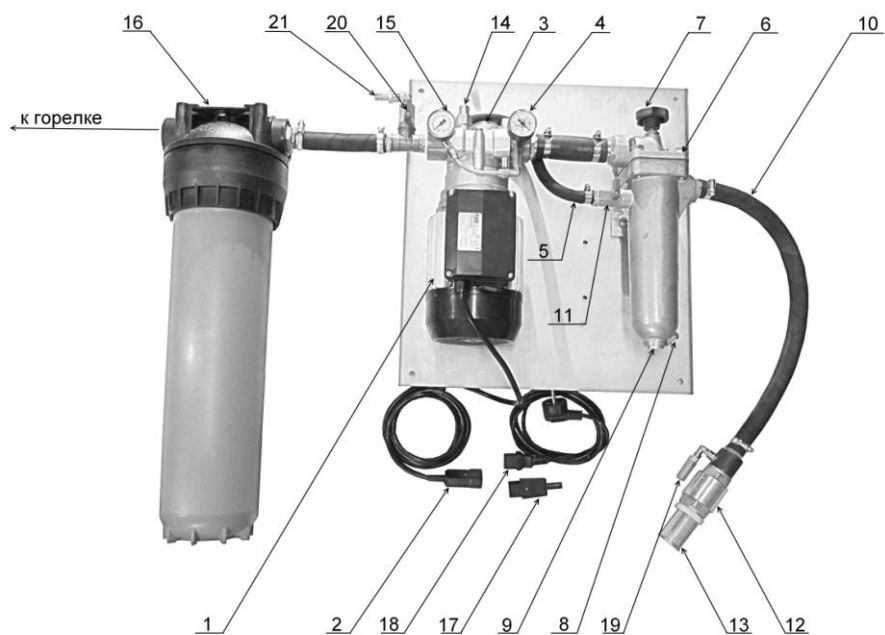

Рис. 15. Блок топливного насоса.
Топливо забирается из расходного бака (*температура топлива не менее +12С*) топливным насосом (Рис.15 поз.3). Проходит через плавающий топливозаборник (Рис.15 поз.10) состоящий из сетчатого фильтра (Рис.15 поз.13), обратного клапана (Рис. 15 поз.12), шлага 2,5 м. Затем топливо очищается в самоочищающимся фильтре (Рис. 15 поз.6) и через патрубок подачи топлива (Рис. 16 поз.2) поступает в топливный насос (Рис.15 поз.3). Излишки топлива по трубопроводу циркуляции (Рис.15 поз.5) сбрасываются в самоочищающийся фильтр (Рис.16 поз.3). Разряжение на всасе насоса измеряется вакууметром (Рис.15 поз.6). Если разряжение более 0,5 бар произведите очистку сетчатого фильтра (Рис.15 поз.13) и самоочищающегося фильтра (Рис.16) провернув 4-5 раз маховик фильтра (Рис.16 поз 4).
Из насоса (Рис.15 поз.3) топливо подается через регулятор давления топлива (Рис.15 поз.14) в фильтр тонкой очистки (Рис.15 поз. 16) и поступает в горелку. Для увеличения давления поворачивайте регулировочный винт (Рис.15 поз.14) по часовой стрелке, для уменьшения против часовой. Давление топлива контролируйте по манометру (Рис.15 поз.15). Давление топлива после регулятора давление должно быть 3-4 бара.
При сильном загрязнении фильтра на всасе топливного насоса (Рис.15 поз.13), самоочищающегося фильтра (Рис.16), фильтра тонкой очистки (Рис.15 поз.16) возрастает усилие на валу насоса, что ведет к перегреву и выходу из строя электродвигателя и топочного автомата. Для предотвращения данной ситуации в электрическом шкафу горелки (Рис.6 поз.1) установлен автомат с надписью «НАСОС», который при увеличении токовой нагрузки отключит электродвигатель топливного насоса.
***При срабатывании автомата «НАСОС» немедленно произвести чистку фильтра на всасе топливного насоса (Рис.15 поз.13), самоочищающегося фильтра (Рис.16), замену картриджа фильтра тонкой очистки (Рис.21 поз.3).***
3.5.2. Заполните топливом всасывающий трубопровод, самоочищающийся фильтр, насос, фильтр тонкой очистки и топливный бак Горелки. Для чего в комплекте топливного насоса предусмотрен кабель с вилкой прямого питания от сети 220 В (Рис.15 поз.18), соедините кабель с разъемом топливного насоса (Рис.15 поз.2). На топливном баке Горелки есть кран сброса воздуха (Рис. 6 поз. 11). Подключите топливный насос напрямую к сети 220 В и откройте кран сброса воздуха. Когда топливная система заполнится, через шланг начнет стекать масло с пузырьками воздуха. После удаления воздуха закройте кран (Рис. 6 поз. 11). Питание насоса подключите по постоянной схеме.
Если топливный насос (Рис.15 поз.3) сразу не захватил топливо, то нужно удалить из него воздух. Для чего закройте кран на самоочищающемся фильтре (Рис.15 поз. 11), отсоедините трубопровод циркуляции фильтр-насос (Рис.15 поз.5), полностью выкрутите винт регулятора давления (Рис.15 поз. 14) и спускайте воздух до появления масла. После чего присоедините трубопровод циркуляции фильтр-насос (Рис.15 поз.5) откройте кран на самоочищающемся фильтре (Рис.15 поз. 11) и винт регулятора давления (Рис.15 поз. 14) установите в изначальное положение.
Давление топлива после насоса (Рис.15 поз.3) должно быть 3-4 бара, разрежение на всасе топливного насоса (Рис.17 поз.4) не более 0,5 бар.
- следить за показаниями вакуумметра на топливном насосе. При разрежении минус 0,4 бар необходимо очистить фильтр на входе насоса (Рис. 15 поз. 13) и провернуть 5-6 раз маховик самоочищающегося фильтра;
- не реже, чем 1 раз в неделю сливать конденсат и грязь из самоочищающегося фильтра, отвернув дренажную заглушку (Рис.15 поз.5)